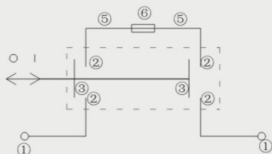

图1
- 4.1 主电路的结构示意图(见图1)由1接线端、2静触头、3动触头组、5熔断体座及6熔断体组成联结。每一个动触头组与上下两个静触头有二个断点，故每一极的主电路有上四个断点，从而保证了更换熔断体时的安全。